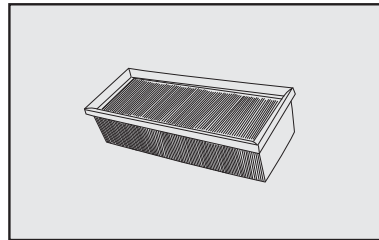

fig. 10
- Remover o elemento filtrante **fig. 10**;